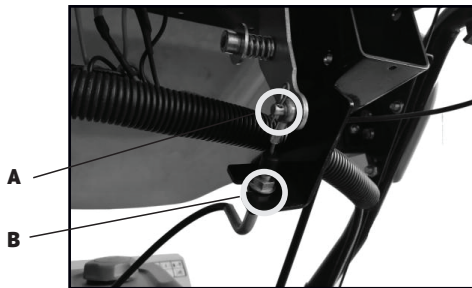

Рис. 9
- Проверьте место соединения троса управления дальности выброса с рычагом управления на панели оператора. Конец троса **А** должен быть установлен и прикреплен к рычагу под панелью, а гайка **В** затянута (рис.9).